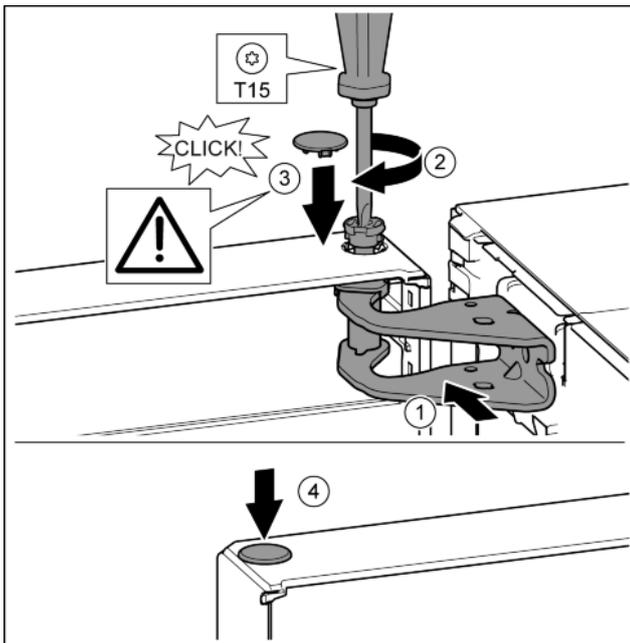

Fig. 17
- ▶ Nolīmeņojiet durvju augšdaļu pret atveri gultņa balstā. Fig. 17 (1)
- ▶ Ievietojiet tapu un pieskrūvējiet ar skrūvgriezi T15. Fig. 17 (2)
- ▶ Uzmontējiet aizturu pārsegu, lai nostiprinātu durvis: ievietojiet aizturu pārsegu un pārbaudiet, vai tas balstās uz durvīm. Pretējā gadījumā pilnīgi ievietojiet tapu. Fig. 17 (3)
- ▶ Ievietojiet aizbāzni. Fig. 17 (4)